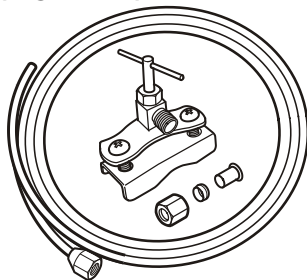

Figura 15
- Utilice un tubo de cobre con un diámetro exterior de 1/4 de pulgada para realizar la conexión entre la válvula magnética y la conexión de agua de la casa. **Este tubo no forma parte del suministro del aparato (Figura 15).**